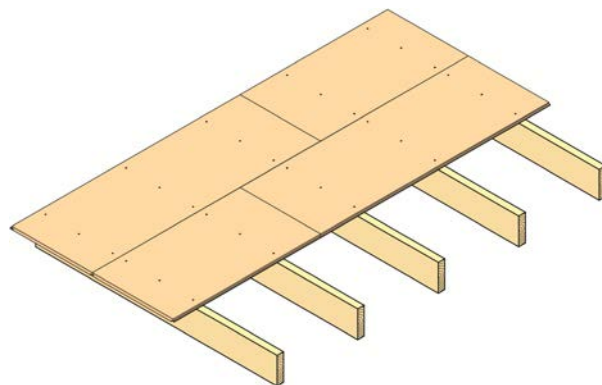

Fig. 2
- Platene legges i forband og på tvers av understøttelsene som illustrert i fig. 2.